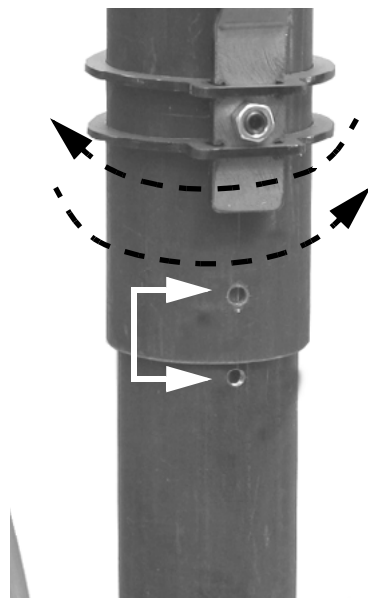
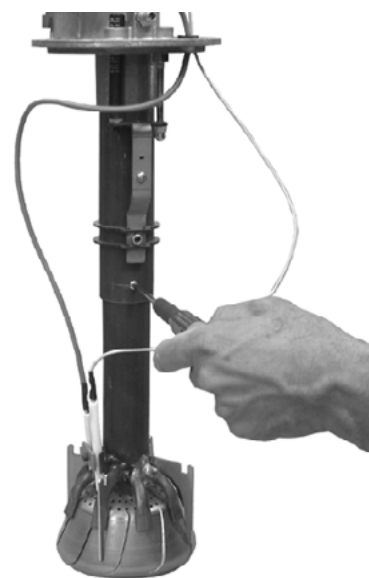

Рис. 15
Рис. 16
- 6 Установить патрубок на горелке, обращая внимание на обозначения, изображенные на Рис. 16.
- 2 Опустить вниз конечную часть головы сгорания, вращая ее легкими движениями влево-вправо до тех пор, пока указанные отверстия (Рис. 15) не совпадут и закрепить ее винтом, указанным на Рис. 16.